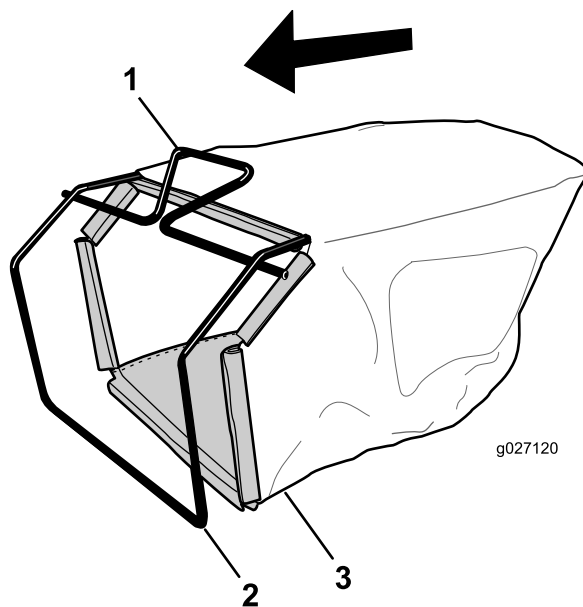

図 7
1. 図 7 に示すように、フレームにバッグを取り付ける。
注 ハンドルにバッグを被せないでください 図 7。